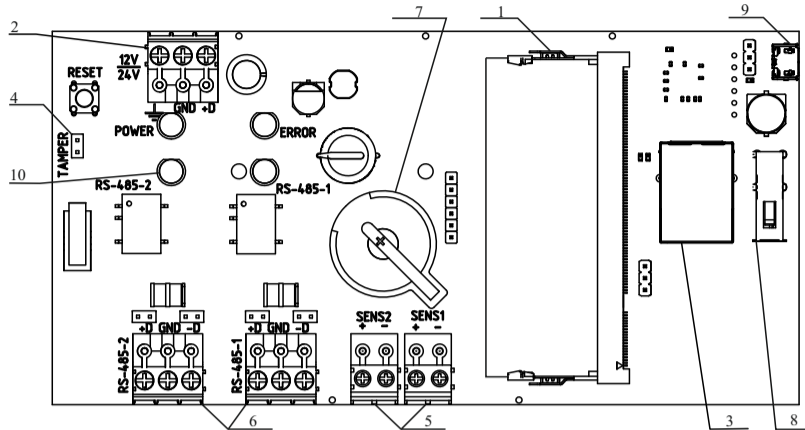

Рисунок 3 – Плата контроллера
5.3 Плата контроллеров (рисунок 3) является ведущей и содержит: